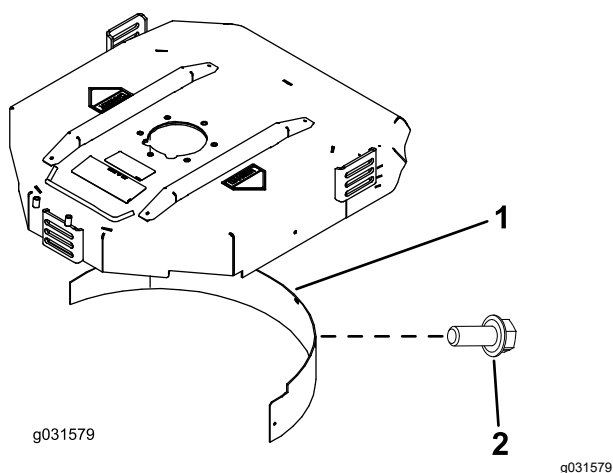

Figura 9
2. Instalati deflectorul de mulcire în deschiderea din spate și fixați-l cu 5 uruburi cu guler (Figura 9).